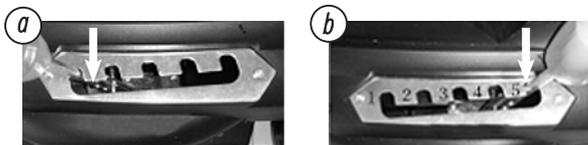

Abb. 4
- Gehen Sie vor, wie in Abb.4 gezeigt.